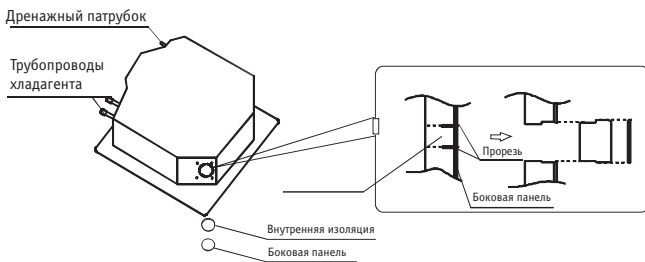

Рис. 4
- С помощью ножа вырежьте часть внутренней изоляции в отверстии. (См. рис. 4)